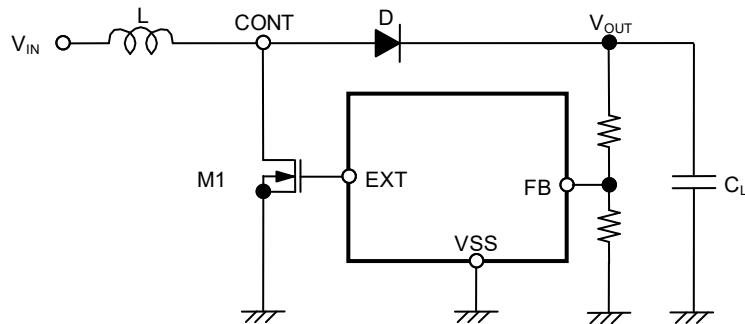

図9 昇圧型スイッチングレギュレータの基本式の回路
以下に昇圧型スイッチングレギュレータの基本式 (1) ~ (7) を示します (図9参照)。